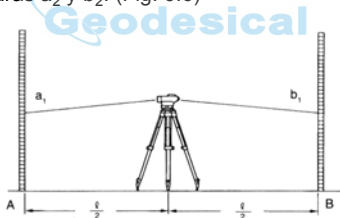

Fig. 6.6
- 2) Coloque el instrumento a 2m del punto A. Tome las lecturas a_2 y b_2 . (Fig. 6.6)